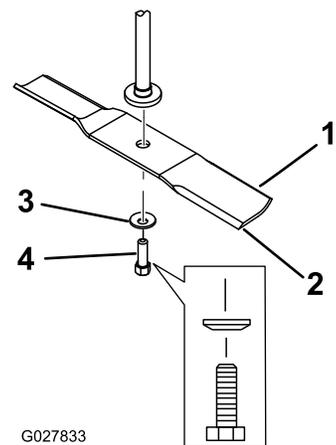

Figura 61
2. Togliete il bullone, la rondella curva e la lama dall'asse del fusello (Figura 61).
1. Montate la lama sull'asse del fusello (Figura 61).
2. Montate la rondella curva (lato concavo verso la lama) e il bullone della lama (Figura 61).